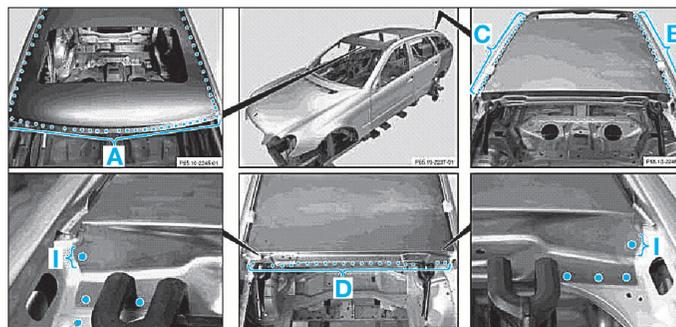

FIG. 134
- Souder à la pointeuse électrique par résistance par points zones (A), (B), (C) et (D) (Fig.134).